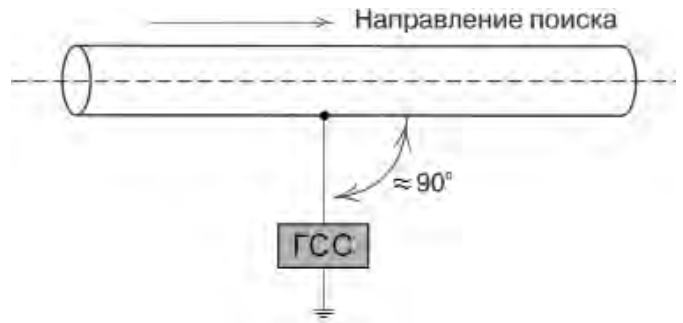

Рис. 5.2
- Для достижения максимальной дальности трассировки следует при подключении генератора к коммуникации заземление устанавливать под углом близким к 90° на **максимальном** удалении от трассы (рис. 5.2).